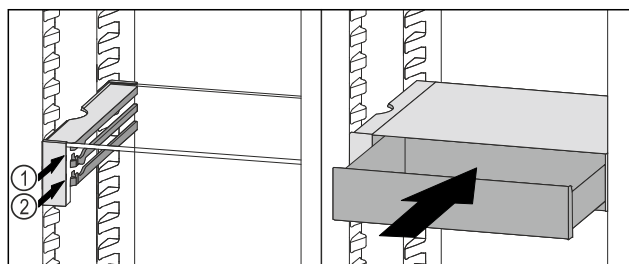

Fig. 134
- ▶ Nasadte zásuvku VarioSafe za zarážky na požadovaném žebro Fig. 134 (1) nebo Fig. 134 (2).